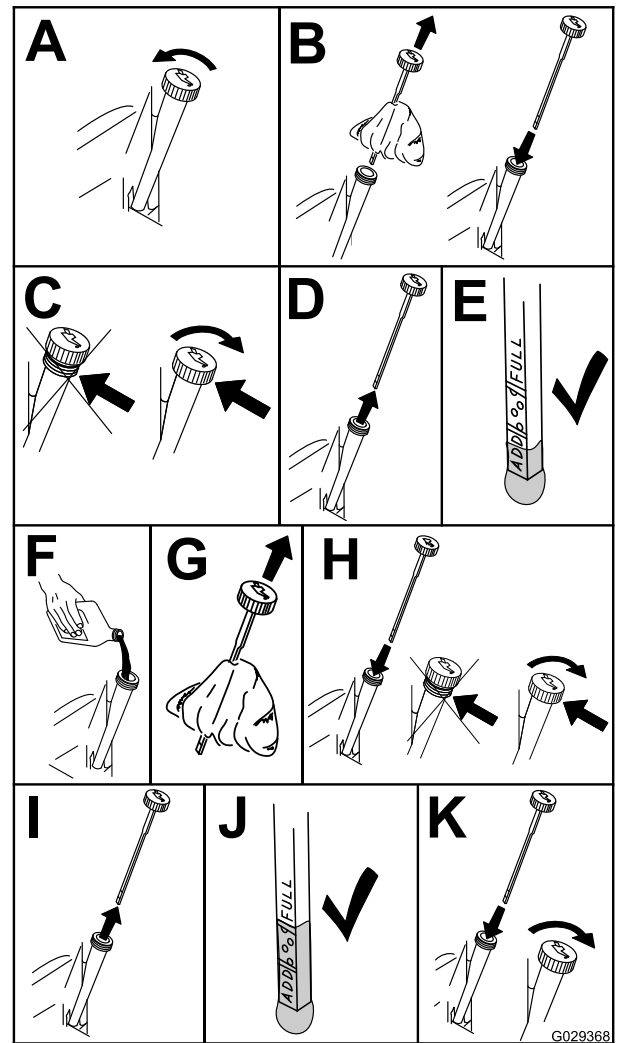

Figura 66
3. Para que no entre suciedad, recortes de hierba, etc., en el motor, limpie la zona alrededor del tapón de llenado/varilla de aceite antes de retirarlo (Figura 66).